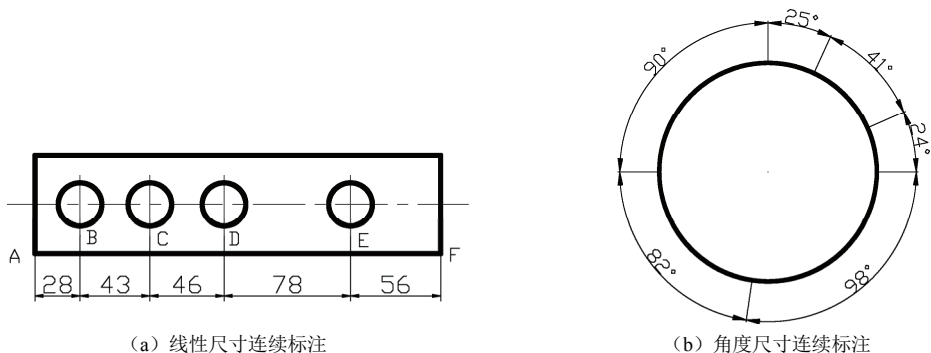

图 8-27 连续尺寸标注示例
(1) 选择连续标注：选择以线性标注、坐标标注或角度标注为连续标注的基准标注。如上一个标注为以上几种标注，则不出现该提示，自动以上一个标注为基准标注。否则，应先进行一次符合要求的标注。
(2) 指定第二条延伸线原点：定义连续标注中第二条延伸线，第一条延伸线由标注基准确定。
(3) 放弃(U)：放弃上一个连续标注。
(4) 选择(S)：重新选择一线性尺寸或角度标注为连续标注的基准。
(5) 指定点坐标：如果选择了坐标标注，则出现该提示，要求指定点坐标。该选项效果相当于连续输入坐标标注命令 `DIMORDINATE`。
**【例 8.2】** 对图 8-27 中的图形 (a) 进行连续标注。
结果如图 8-27 (a) 所示, 图 8-27 (b) 为角度尺寸连续标注的示例。